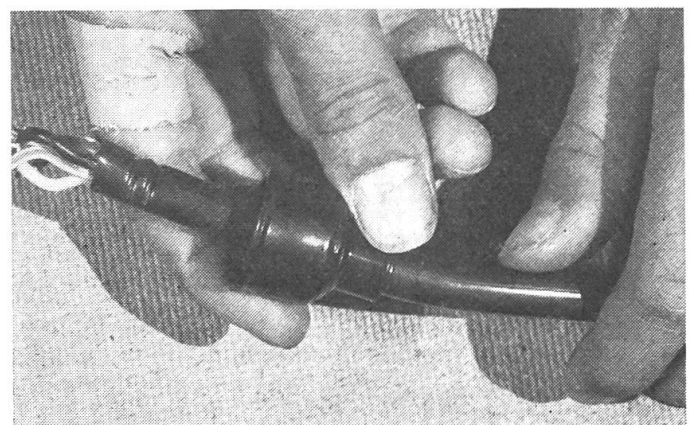

Abb. 22
- Vor der Montage ist als erstes die Gummitülle über das Kabel zu schieben (Abb. 22).